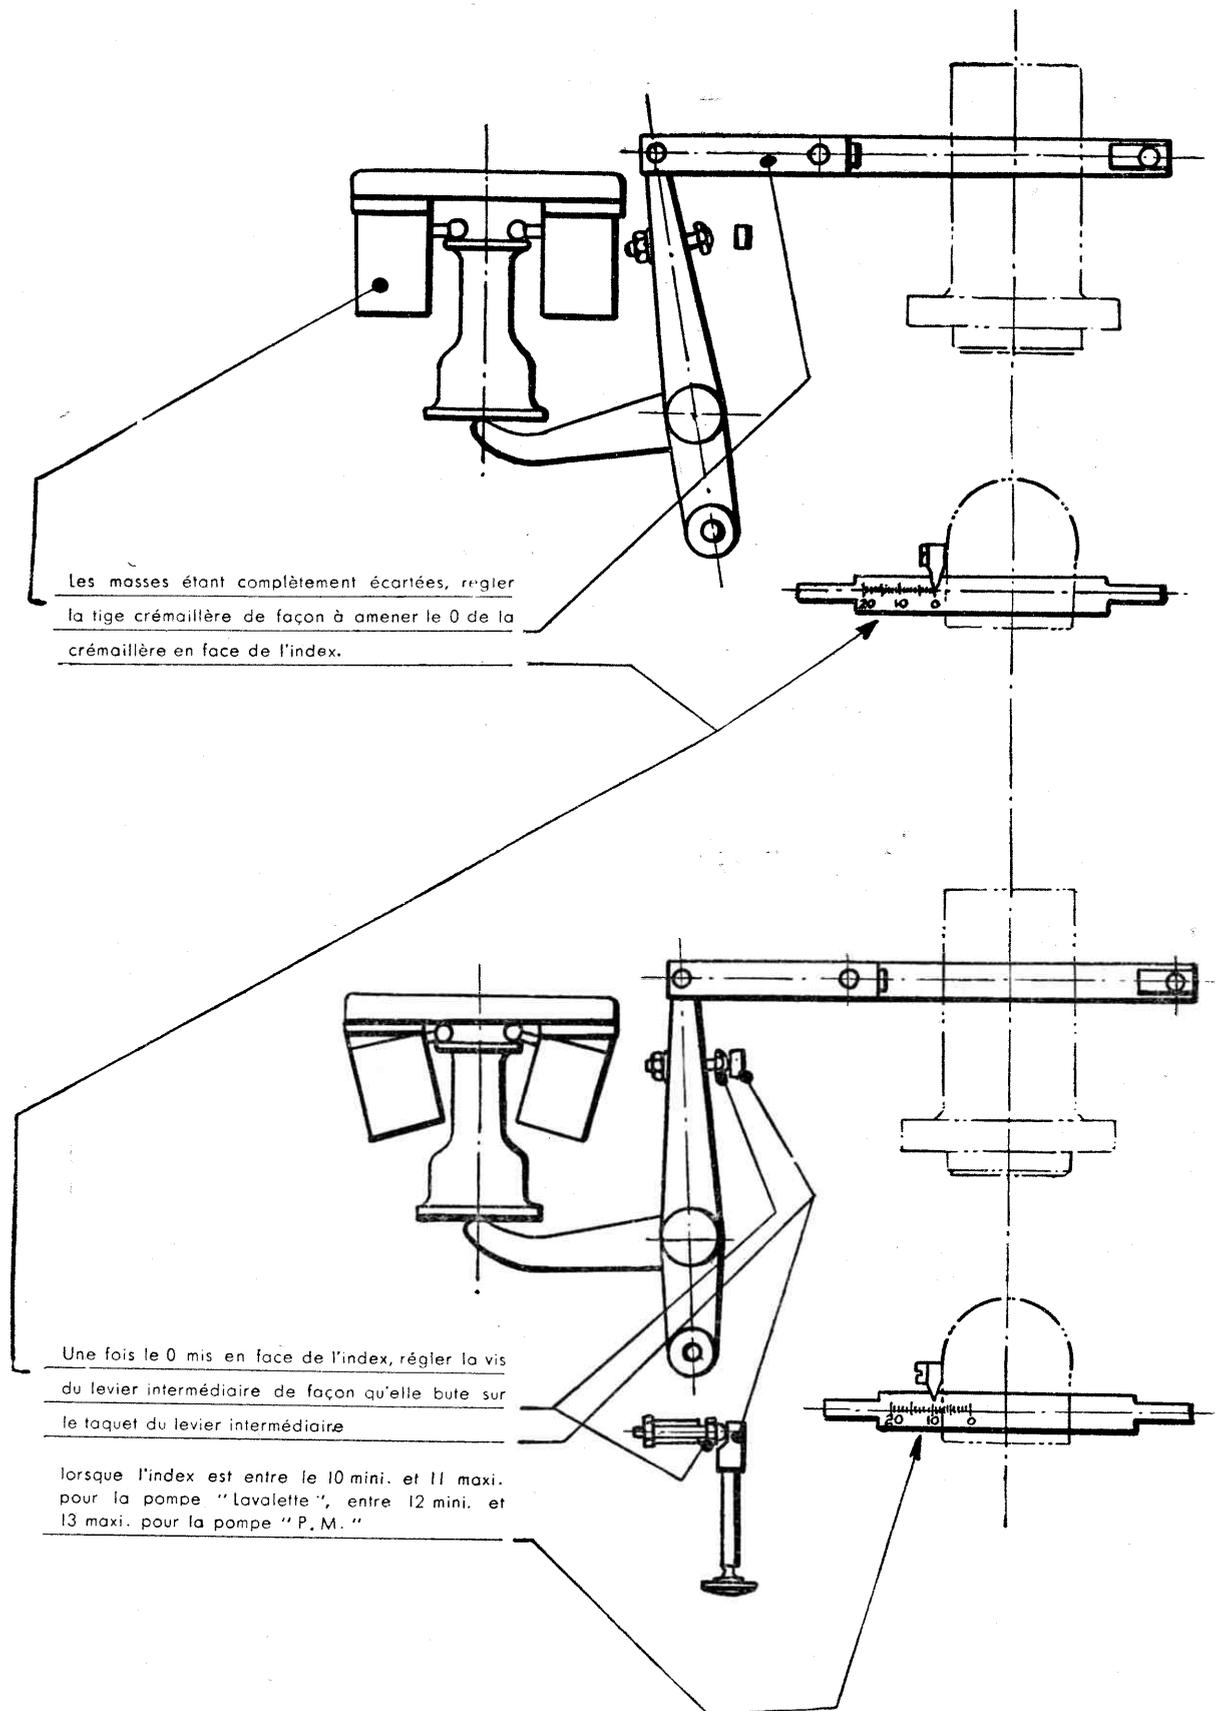

Fig. 2
- c) Pour obtenir le débit de 10 (pompe « Lavalette ») ou de 12 (pompe P.M.) à la crémaillère, il faut régler la petite vis de butée sur le levier intermédiaire qui se trouve à l'intérieur du boîtier régulateur (Fig. 2).
- b) Régler la vis de butée sur le levier intermédiaire de façon que, lorsqu'elle s'appuie sur le taquet du bouton poussoir en position marche, l'index est entre 10 à 11 $\frac{m}{m}$ sur la crémaillère pour les pompes « Lavalette » et entre 12 à 13 $\frac{m}{m}$ pour les pompes « P.M. », la butée donnant le débit maximum pour le moteur en pleine charge (Fig. 2) ; quand ce réglage n'est pas fait, le moteur peut s'emballer.